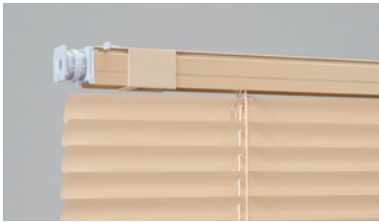

図1
①レバーが図1の位置にあることを確認し、ヘッドボックスをプレート受けに押し当てて、はめ込んでください。